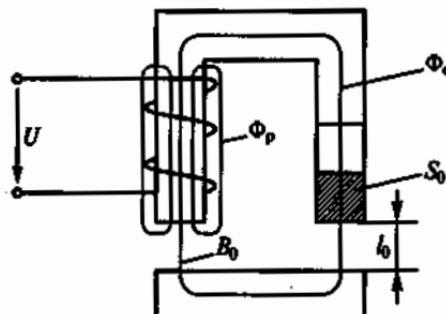

Рис. 123
3.92. Р. Как изменяется результирующая ЭДС $E_{\text{рез}}$, ток I катушки и подъемная сила F электромагнита на рис. 123, если увеличить воздушный зазор l_0 при постоянном напряжении на катушке и постоянной частоте? (Указать неправильный ответ.)
3.99. Подъемная сила $F_{\text{электромагнита}}$ (см. рис. 123) пропорциональна квадрату магнитного потока в сердечнике Φ_c , сцепленного с якорем электромагнита. ЭДС E , возникающая в катушке, определяется результирующим магнитным потоком $\Phi_{\text{рез}} = \Phi_c + \Phi_p$, сцепленным с витками катушки, где Φ_p — поток рассеяния.